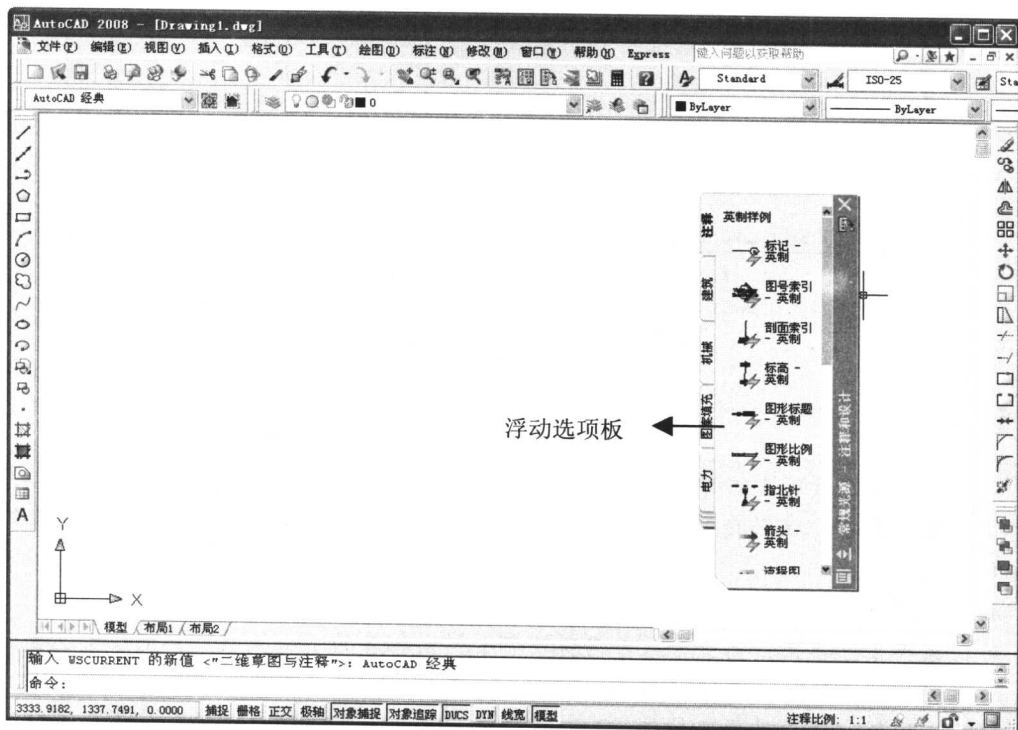

图 1.4 AutoCAD 经典工作空间操作界面
- (5) 此时操作界面如图 1.4 所示。这是 AutoCAD 经典工作空间操作界面,显示的是绘制二维图形使用最频繁的工具按钮和面板。